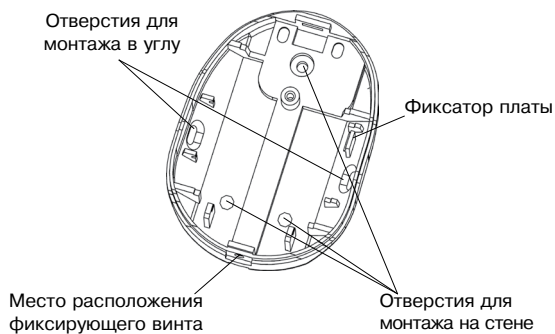

Рисунок 2
- снимите печатную плату, отжав удерживающий ее фиксатор (см. рисунок 2);
- просверлите в основании корпуса отверстия (см. рисунок 2), которые будут использоваться для прокладки проводов и крепления извещателя;